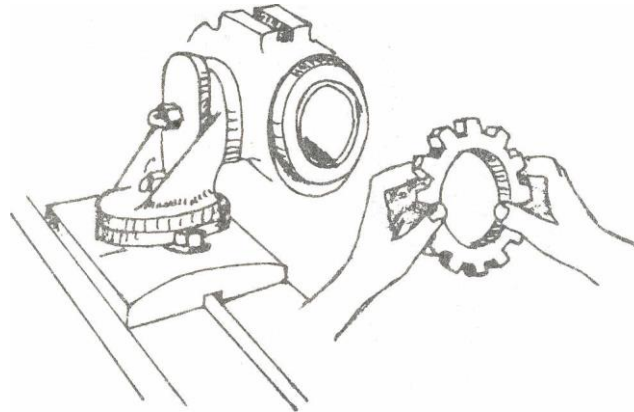

Fig.46
- Fije el soporte posicionador sobre el cabezal (Fig. 46).